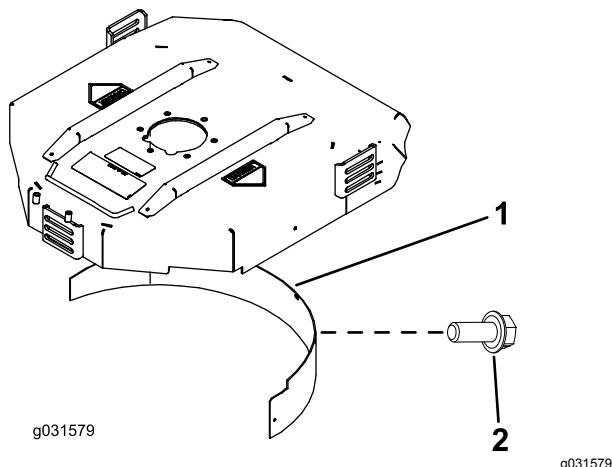

図 4
2. 後部の取り付け穴にマルチングバッフルを取り付け、フランジヘッドボルト 5 本で固定する 図 4。